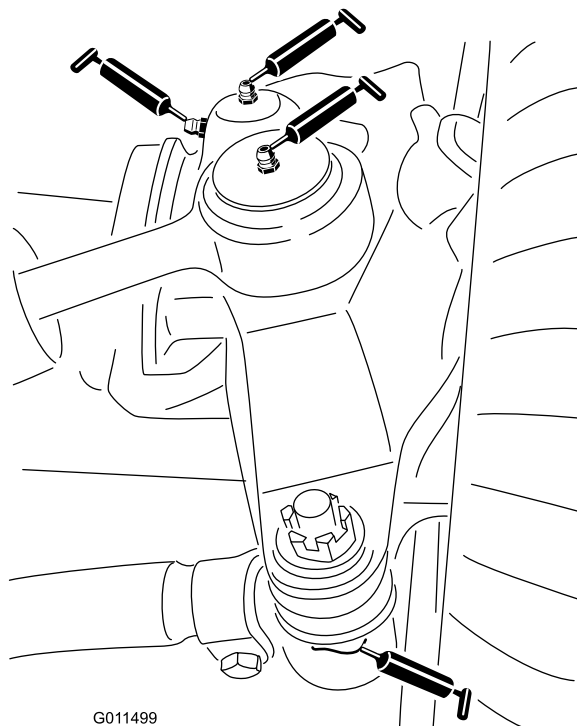

Figure 64
- 2 rotules de vérin de direction (Figure 64)
- 2 rotules de biellettes (Figure 64)
- 2 bagues de pivots de fusées (Figure 64).